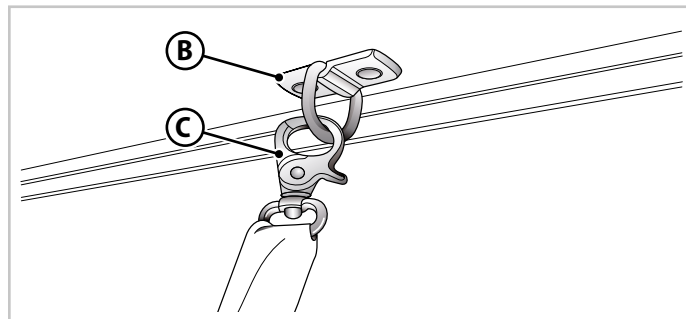
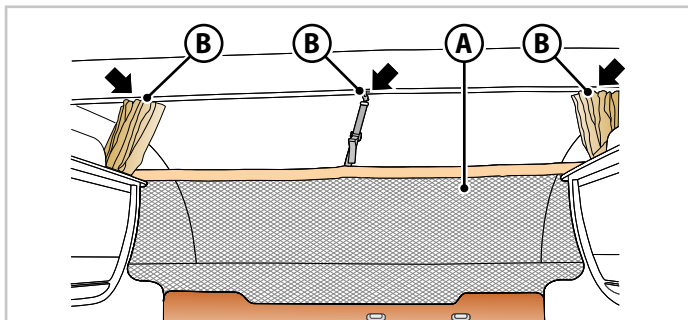

Abb.6.19 - Haken für Sicherheitsnetz
Abb.6.18 - Sicherheitsnetz des Kippbetts
- Befestigen Sie das Sicherheitsnetz (**A** - Abb.6.18) mit den Haken (**B** - Abb.6.18 und Abb.6.19) an den entsprechenden Ringen (**C** - Abb.6.19).